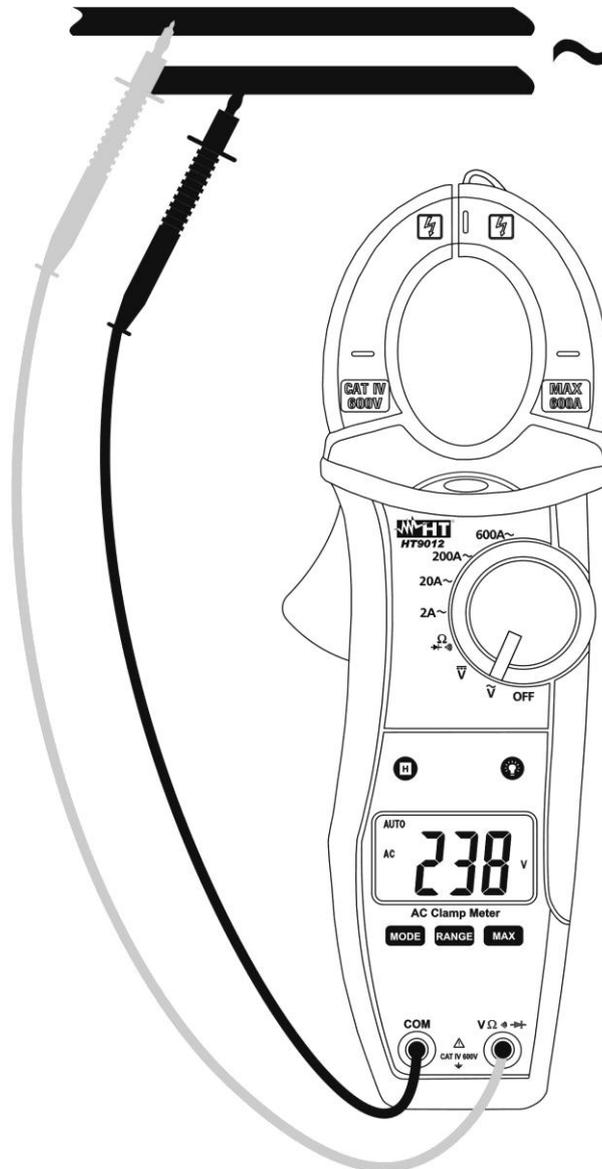

Fig. 4 : Utilisation de la pince pour mesure de tension AC
4. Insérer le câble rouge dans l'entrée du jack $V\Omega\rightarrow\leftarrow$) et le câble noir dans l'entrée du jack **COM** (voir la Fig. 4).